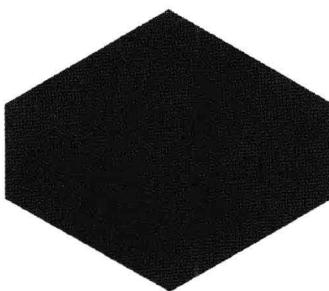

图 1.5 实体
(4) 在图 1.4 挤出设置对话框中设置距离 50，回车。点击等角视图 ，在绘图区显示立体线框图形，再点击图形着色 ，得到实体图的显示模式，如图 1.5 所示。